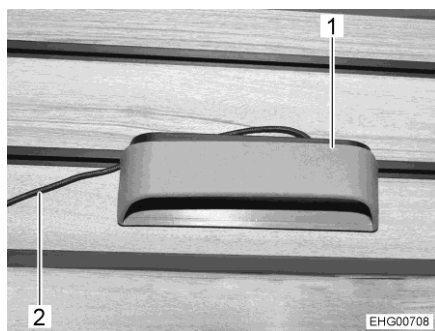
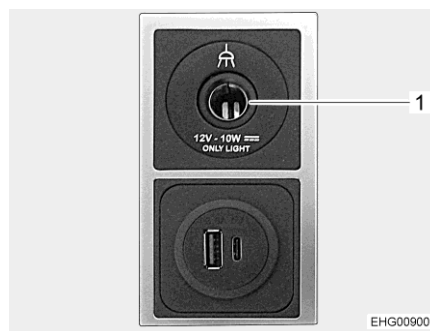

Bild 76 Flyttbar läslampa
Bild 77 12 V-uttag och USB-uttag
- Häng den flyttbara läslampan (Bild 76,1) på önskad plats på hängskenorna.
- Anslut den flyttbara läslampans kabel (Bild 76,2) till närmsta 12 V-uttag (Bild 77,1).